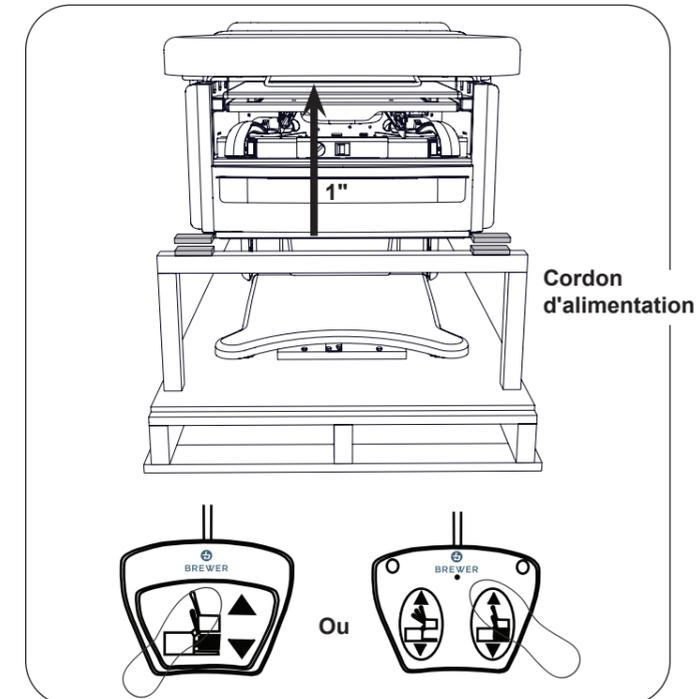

Figure 10. Soulever le siège du support
13. Appuyez sur « Table Monter » sur la pédale de commande pour soulever le siège d'environ 1" (Figure 10).